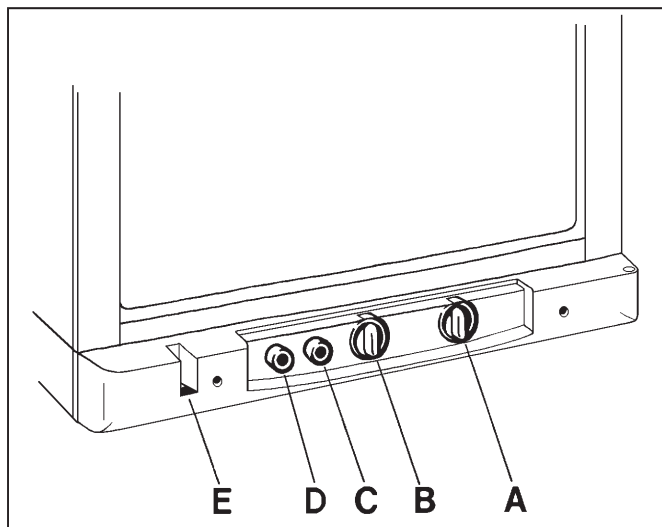

FIG. 1
Le réfrigérateur peut fonctionner sur secteur ou au gaz liquéfié. Pour passer de l'un à l'autre de ces modes d'alimentation, il convient de mettre les boutons de commande dans les positions indiquées par la fig. 1.
Les numéros de repérage renvoient à la fig. 1.
Les numéros de repérage renvoient à la fig. 1. Une fois mis en marche, le réfrigérateur demande plusieurs heures pour atteindre la température désirée. La température du réfrigérateur est réglée par un thermostat, dont le bouton (B) doit être mis normalement sur 3-5. Si vous désirez une température plus basse, choisissez alors un chiffre plus élevé.